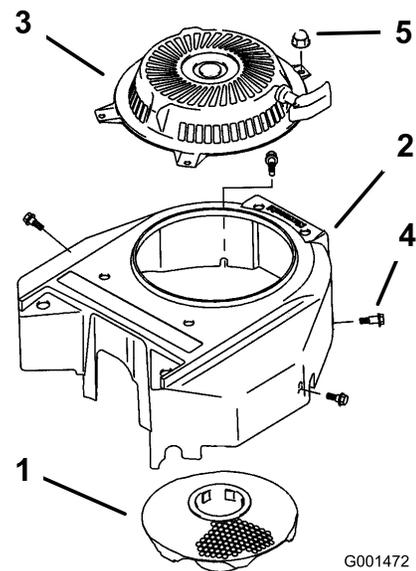

Figure 35
3. Déposez la grille d'entrée d'air, le lanceur et le carter du ventilateur (Figure 35).
5. Reposez la grille d'entrée d'air, le lanceur et le carter du ventilateur (Figure 35).